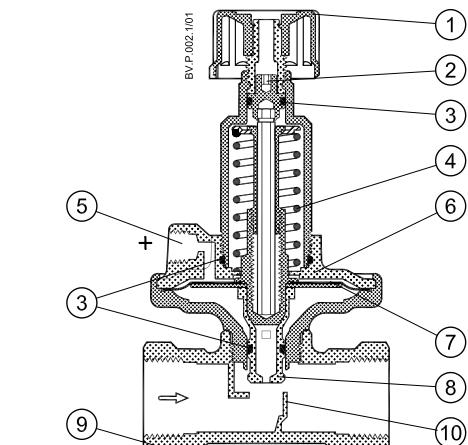

Рис. 9. Клапан ASV-PV (DN 15 - 40)
Регуляторы перепада давления ASV-PV разработаны для поддержания постоянного перепада давления, на который их настраивают в процессе наладки системы. Повышенное давление, передаваемое по импульсной трубке от установленного на подающем трубопроводе клапана, через сквозное отверстие (5) воздействует на диафрагму (7) сверху, а пониженное давление, передаваемое через канал в конусе клапана (давление в обратном трубопроводе), воздействует на диафрагму снизу. Разность этих двух давлений уравновешивается пружиной настройки регулятора (4). Прилагаемое к диафрагме усилие пружины настройки соответствует поддерживаемому перепаду давления. Клапаны ASV-PV, в зависимости от типо-размера, производят с четырьмя различными диапазонами настройки регулируемого перепада давления (см. Рис.9, 10 и 11).